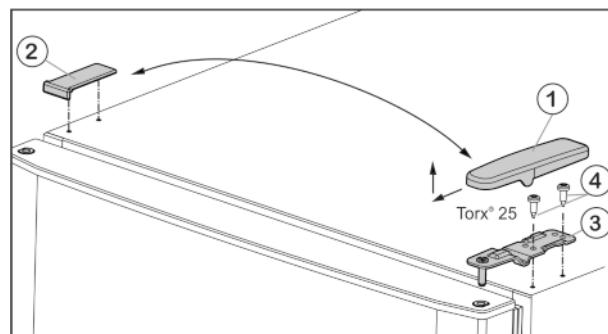

Fig. 4
- Потяните крышку Fig. 4 (1) вперед и вверх.
- Снимите крышку Fig. 4 (2).
- Открутите верхний опорный кронштейн Fig. 4 (3)(2 шт. Torx® 25) Fig. 4 (4) и вытяните вверх.
- Установите верхний опорный кронштейн Fig. 4 (3) на новой стороне шарнира и защелкните в дверце.
- Привинтите верхний опорный кронштейн (**с моментом 4 Нм**)(2 шт. Torx® 25) Fig. 4 (4). При необходимости используйте аккумуляторный шуруповерт.
- Наденьте и защелкните крышку Fig. 4 (1) на противоположной стороне снаружи.
- Также наденьте сверху и защелкните крышку Fig. 4 (2) на противоположной стороне.